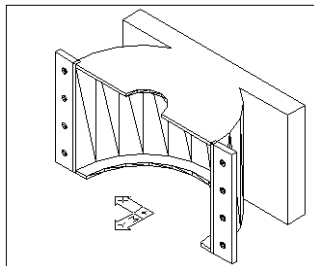

图 18-22
(3) 差集处理。单击  按钮或者在命令行直接输入 `subtract`，从上述底座中减去上述两个圆柱体，结果如图 18-22 所示。